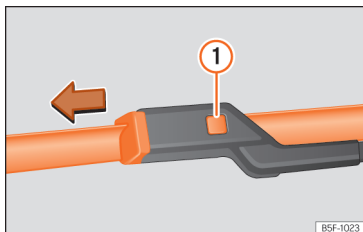

Abb. 42 Scheibenwischerblätter vorne auswechseln.
- Entriegelungstaste » » Abb. 42 ❶ gedrückt halten und gleichzeitig das Scheibenwischerblatt in Pfeilrichtung abziehen.